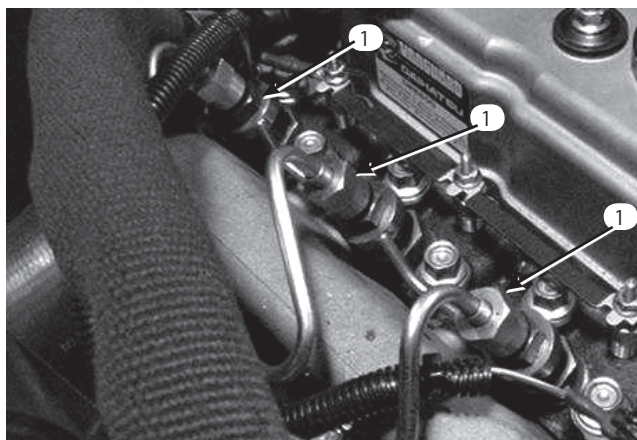

図54
1. 燃料噴射ポンプの No.1ノズル&ホルダ・アセンブリ（図54）へのパイプ接続部をゆるめる。